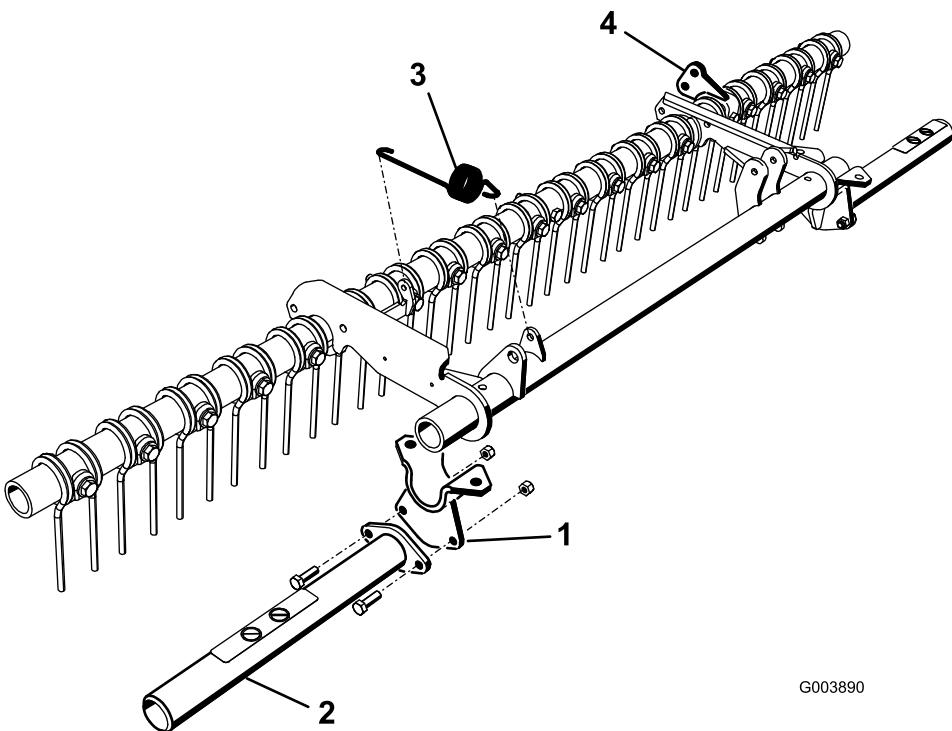

Figura 2
- 3. Sostituite l'attacco del tubo orientabile con un attacco a sella e fissatelo al telaio con i bulloni e i dadi tolti in precedenza (Figura 2).
- 5. All'esterno di ciascun attacco a sella montate una protezione usando due bulloni e due dadi (Figura 2). Posizionate le protezioni con gli adesivi in alto.
- 6. Agganciate l'estremità corta della molla di prolunga (a corredo del kit) alla linguetta prevista sul tubo orientabile (Figura 2).
- 7. Se la staffa orientabile ed il bullone (3/8 x 2-3/4 pollici) non sono già montati, montateli sul lato sinistro della barra porta-fustelle, tra la quarta e la quinta serie di fustelle (Figura 2).
9. Al termine dell'operazione, agganciate l'estremità lunga della molla di prolunga alla linguetta prevista sul supporto della molla della barra porta-fustelle (Figura 2).